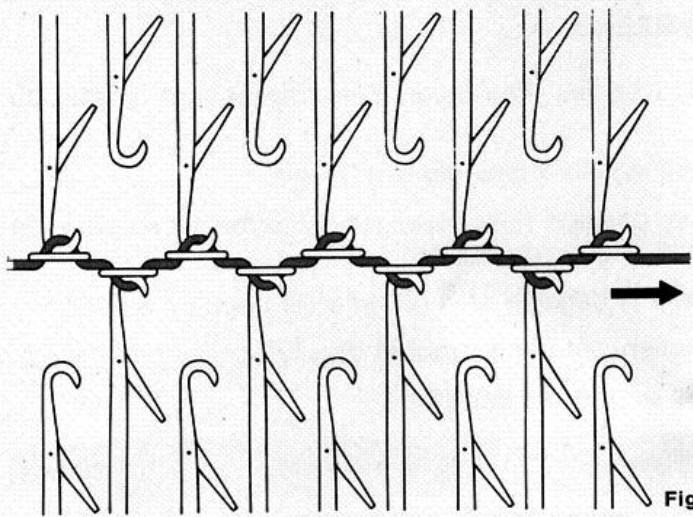

Fig. 72
- Tirer progressivement sur la laine dans le prolongement des deux fontures (fig. 72).